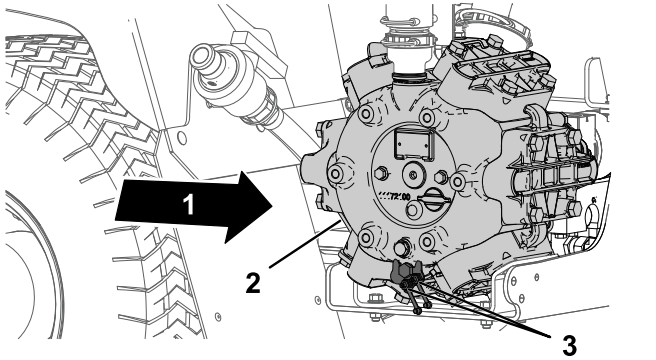

Bild 61
1. Wischen Sie die zwei Schmiernippel mit einem sauberen Lappen ab (Bild 61).
2. Pressen Sie Fett in die Schmiernippel (Bild 61).